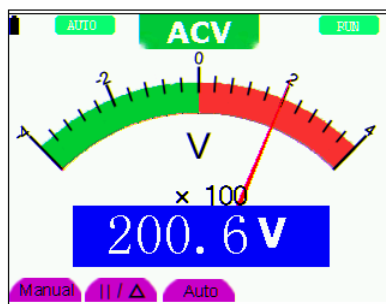

Рис. 26: Измерение переменного напряжения (AC Voltage)
2. Нажмите **AUTO SET** – до появления на дисплее символа «ACV» (см. рис. 26).